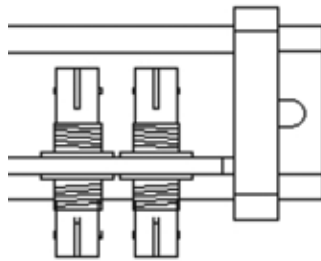

图5 机构CX接口
6.4.2 机构与远方控制器 SHM-K 采用光纤连接，将配套光纤插入光纤接口 CX 连接好即可通过控制器实现远方控制及开关运行状态信息传输，如图 5、6。
在电动操作之前，请仔细阅读本说明书中附图 3、附图 4、附图 5，及 6.4.3 电动操作说明，了解以上所陈述的电器元件的功能、状态说明和使用方法。